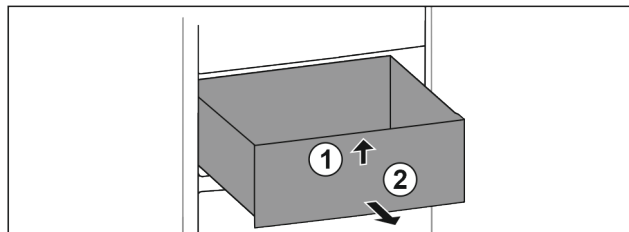

Fig. 41
- ▶ Nadzvedněte zásuvku vpředu. Fig. 41 (1)
- ▶ Vyměte zásuvku dopředu. Fig. 41 (2)